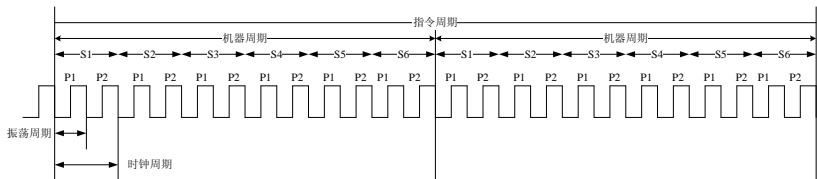

图 2-12 51 系列单片机周期的概念
单片机的时序是用定时单位来描述的，其描述了指令执行中各控制信号在时间上的关系，这里涉及节拍、状态、机器周期和指令周期 4 个概念，接下来分别说明它们之间的关系，示意图如图 2-12 所示。
- 拍 (P)：拍为振荡脉冲的周期，为方便描述，这里用 P 来表示。它是晶体的振荡周期，或者外部时钟脉冲的周期。拍是 51 系列单片机中的最小时序单元。
- 时钟周期 (S)：振荡脉冲信号经过二分频后，便可得到单片机的时钟信号，时钟信号的周期一般用 S 来表示。一个状态包含两个拍，分别称为 P1 和 P2。时钟周期是单片机 CPU 中最基本的时间单元，在一个时钟周期内，CPU 仅完成一个最基本的动作。
- 机器周期：51 系列单片机中规定，一个机器周期由 6 个时钟周期 (S1~S6) 组成，再细分可以表示为 12 个拍组成。从图 2-12 中可以看出依次为 S1P1、S1P2、S2P1、……、S6P2。如果振荡频率一旦确定，则机器周期也就确定了。比如选用 24MHz 的晶体振荡器，则对应的机器周期 T=500ns。